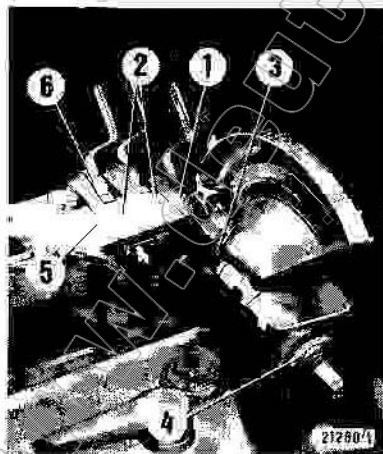

Bild 50
Neben dem fest eingebauten Regelsteuergerät, welches mit dem Hauptsteuerhebel – H 1 – (Bild 36) gesteuert wird (Bedienung Kraftheber), können bis zu 3 einfach oder doppelt wirkende Zusatzsteuergeräte zur Bedienung außenliegender Arbeitszylinder am Flansch ③ des Krafthebers angebaut werden (Bild 50).
Um ein unbeabsichtigtes Betätigen der Steuerhebel während des Transportes oder bei Nichtbenutzung der Zusatz-Zylinder zu verhindern, sind auf den Zwischensteuergeräten Fangfedern ⑥ angebracht, mit welchen die Steuerhebel festgehalten werden können (Bild 50).